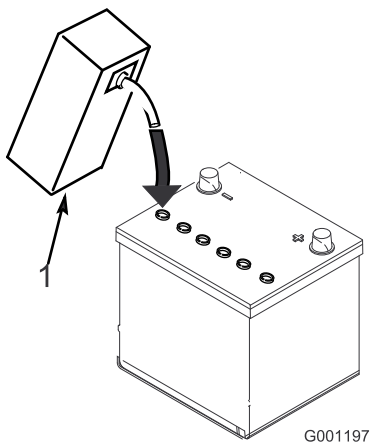

Figure 5
- Versez de l'électrolyte avec précaution dans chaque élément jusqu'à ce que les plaques soient recouvertes par environ 6 mm de liquide (Figure 5).
- Attendez environ 20 à 30 minutes pour que les plaques aient le temps de s'imprégner d'électrolyte. Faites l'appoint au besoin pour que le niveau de liquide monte à 6 mm en dessous du creux de remplissage (Figure 5).